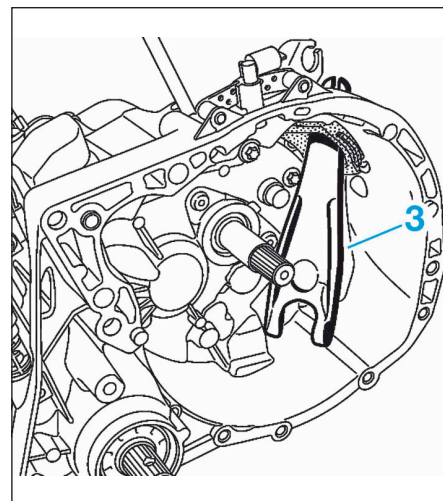

FIG.4
- Pousser la fourchette (3) vers l'intérieur du carter pour la déposer de son articulation (Fig.4).